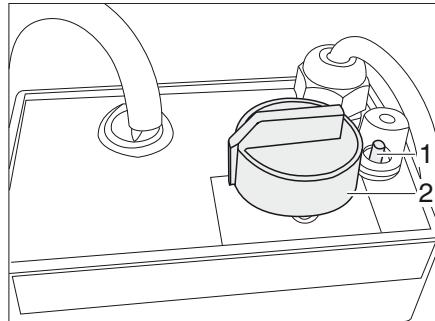

Bild 315 Reglage för elektrisk golvvärme/bäddvärme
- Vrid vridregulatorn (Bild 315,2) till önskad värmeeffekt.
- Vrid vridregulatorn (Bild 315,2) till ställning "0".
När golvvärmen har stängts av stannar värmen kvar ett tag i golvet (restvärme). Om regulatorn överbelastas aktiveras överbelastningsskyddet. Stiftet (Bild 315,1) hoppar ut.
- Tryck in stiftet (Bild 315,1) på överbelastningsskyddet när regulatorn har svalnat.